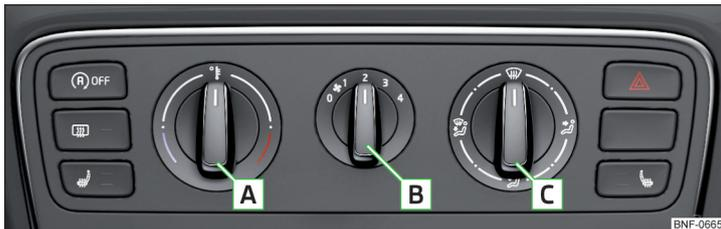
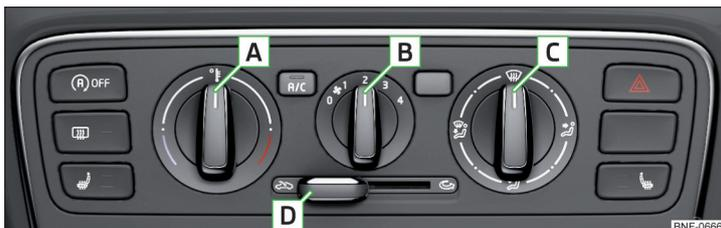

Abb. 81 Heizungsbedienelemente
Abb. 82 Bedienelemente der Klimaanlage
Einzelne Funktionen lassen sich durch Drehen des Drehreglers bzw. Drücken der jeweiligen Taste einstellen bzw. einschalten » Abb. 81 und » Abb. 82.
- ▶ Zum **Einschalten** den Schieberegler **D** in Stellung verschieben » Abb. 82 auf Seite 68.